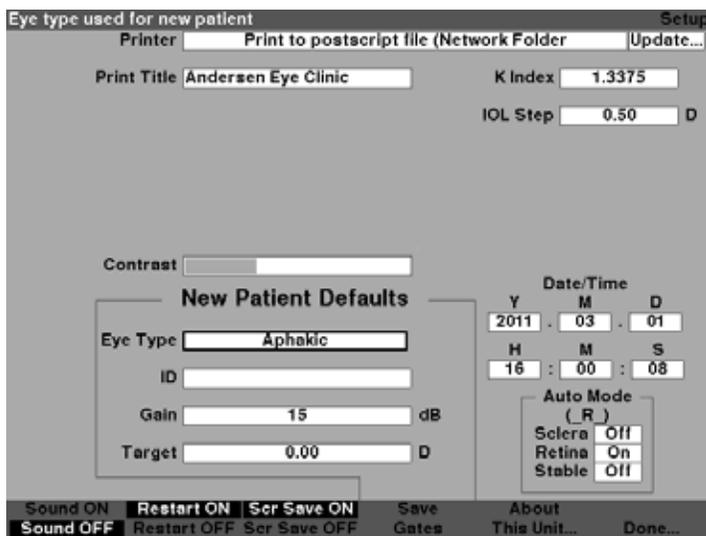

Figura 5-45 Tipo de olho padrão modificado
- Pressione o botão giratório ou o botão \surd para salvar o Tipo de olho padrão selecionado e desativar o campo conforme mostrado na Figura 5-45.